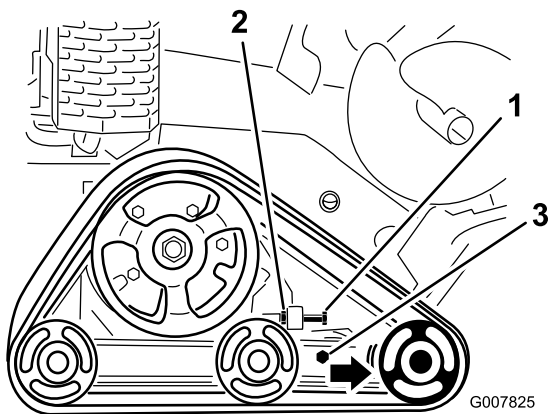

図 56
3. クローラのテンションボルトとテンションアームのクランプボルトのジャムナットをゆるめる 図 56。
4. テンションボルトを 32.5-40 N·m (3.3-4.2 kg·m = 24-30 ft·lb) にトルク締めする 図 56。
4. テンションボルトとジャムナットをゆるめる 図 56。
5. クランプボルトをゆるめる 図 56。